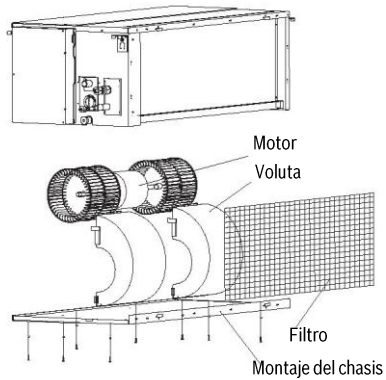

Fig. 9-7
**Método C:** Repararlo directamente (sólo aplicable al rodillo de plástico y a la rueda del ventilador) fig. 9-7